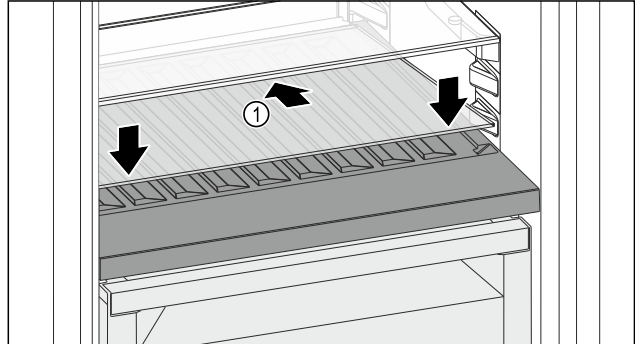

Fig. 104
- ▶ Glasplatte Fig. 104 (1) schräg und nach hinten unten geneigt ansetzen.
- ▶ Glasplatte Fig. 104 (1) vorne absenken.